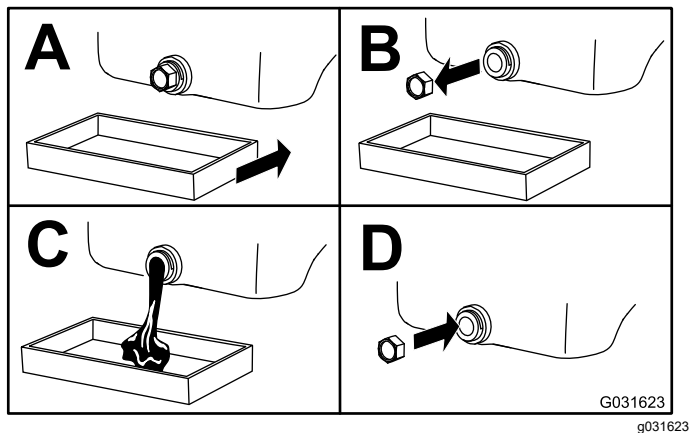

Figura 38
4. Cambiate l'olio motore come mostrato in Figura 38.